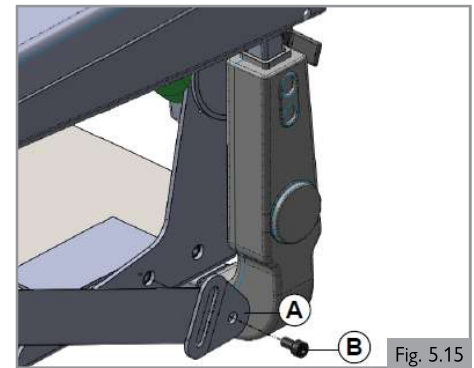

Fig. 5.15
1. Fije (A) a la estructura del asiento utilizando los tornillos suministrados a la izquierda y a la derecha. (Fig. 5.15).
2. Apriete (B). Consulte los valores del momento de fuerza en la sección 8.